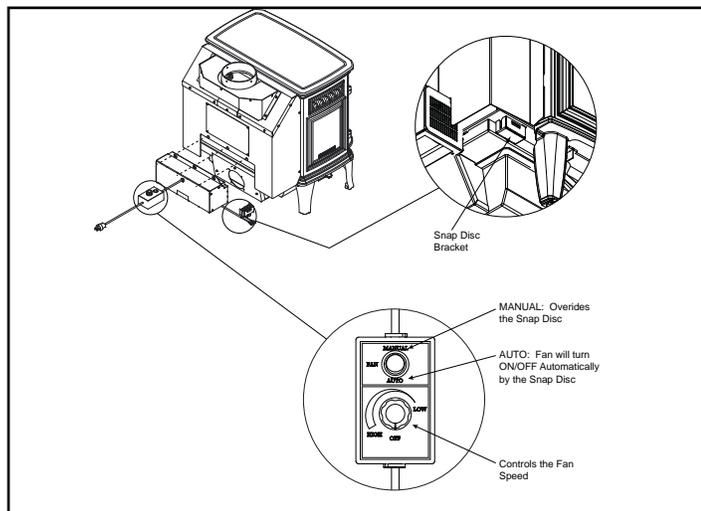

Figure 12.1
4. Disque d'arrêt Localisation Si vous trouvez le ventilateur à venir et descendre à indésirable températures, délocalisent disque d'arrêt à un autre endroit dans la zone désignée à l'arrière de l'appareil. Figure 12.1 Il ya un interrupteur manuel sur - tour à désactiver le disque d'arrêt, si nécessaire